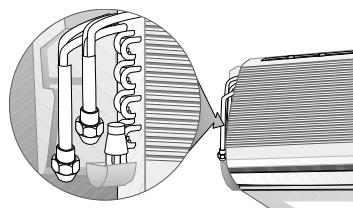

Рис. 7
- Подсоедините концы трубок к фитингам в левой части агрегата; см. рис. 7. Правила выполнения этой операции см. в разделе „Разводка и соединение“.